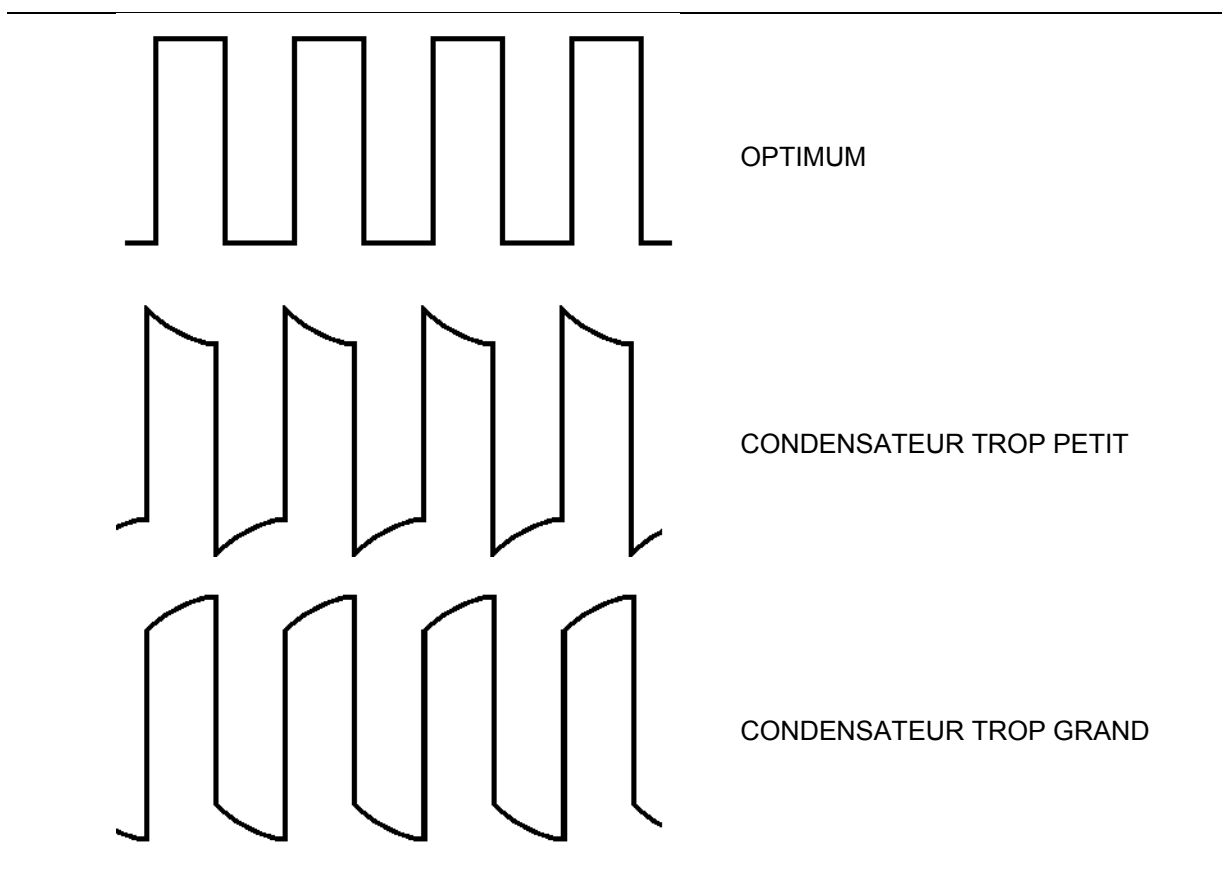

Figure 5-2- Compensation de la sonde
4. Ajuster le trimmer de compensation en fréquence de la sonde jusqu'à ce que la trace observée soit correcte comme l'indique la Figure 5-2.